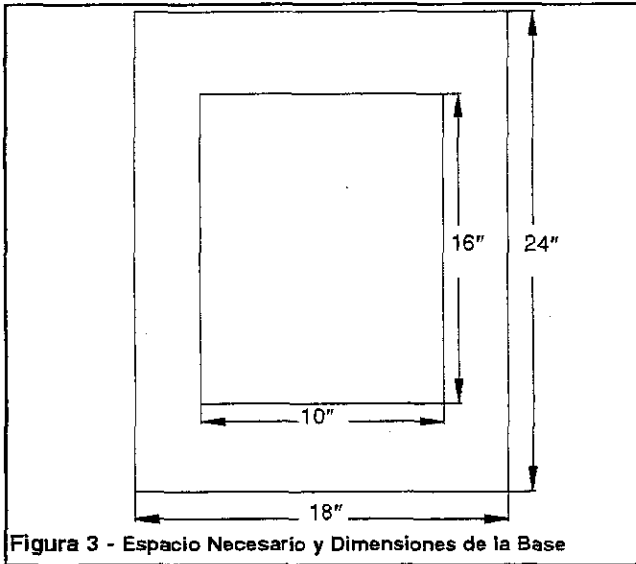

Figura 3 - Espacio Necesario y Dimensiones de la Base
- La Figura 3 muestra las dimensiones de la base, los orificios de montaje y el espacio necesario para colocar el conjunto de la mesa y el conjunto de la correa en posición horizontal.